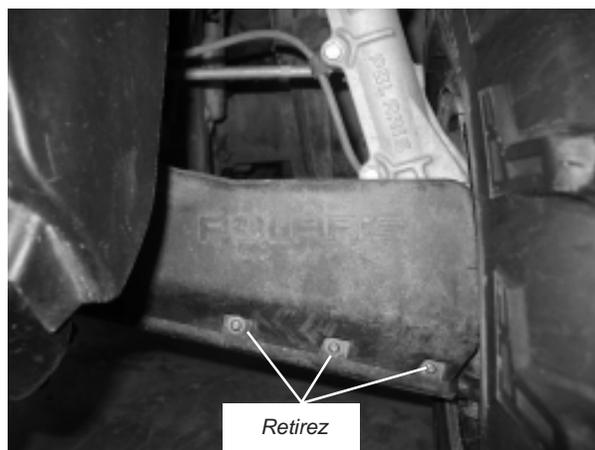

Figure 1
1. Retirez les protections de bras triangulaire arrière d'origine à l'aide d'un embout Torx T-25. Voir figure 1.